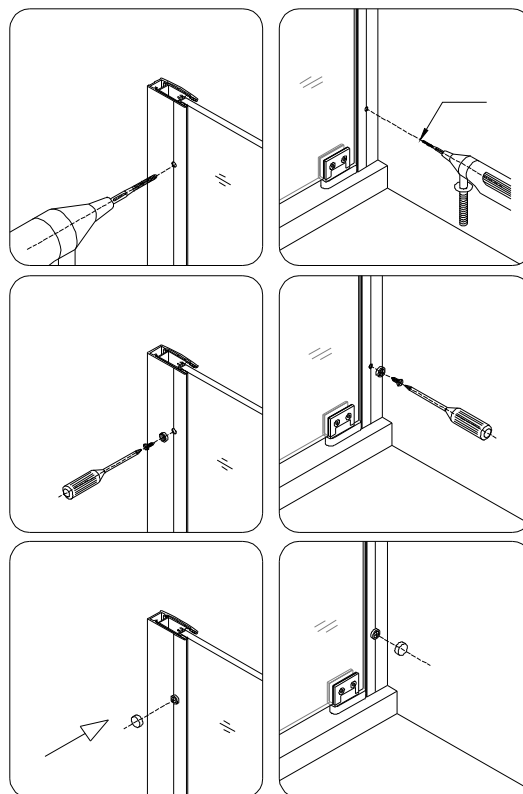

Рис. 22
22. Просверлите отверстия во **Внутренних профилях (02), (04)** сквозь отверстия в **Наружных профилях (01), (05)** используя сверло диаметром  $\varnothing=3\text{мм}$ .
Закрепите собранную дверь в **Профилях Шурупами с плоской головкой ST4.2x10 (14)** и закройте отверстия **Декоративными колпачками (09)**. Рис. 22